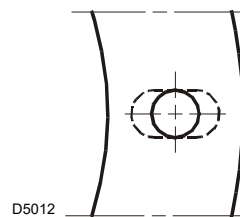

Fig. 9
- Ensanche, si fuese necesario, los orificios de la junta aislante (Fig. 9), procurando no dañarla.